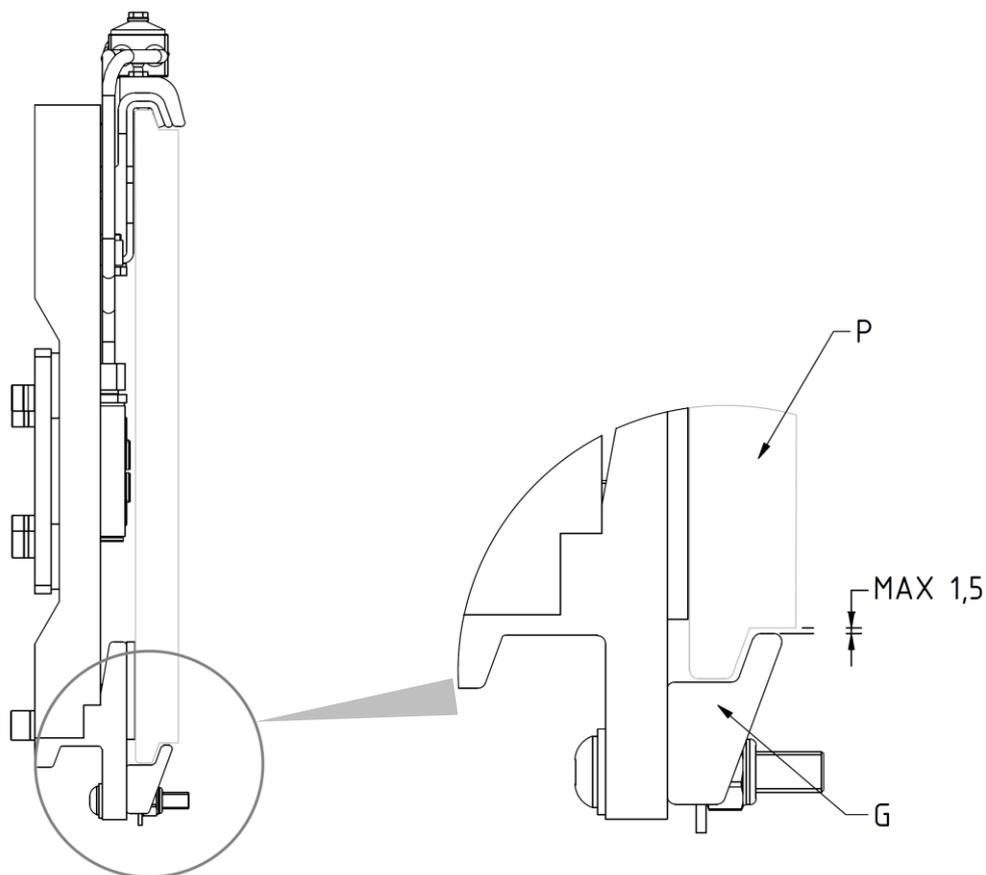
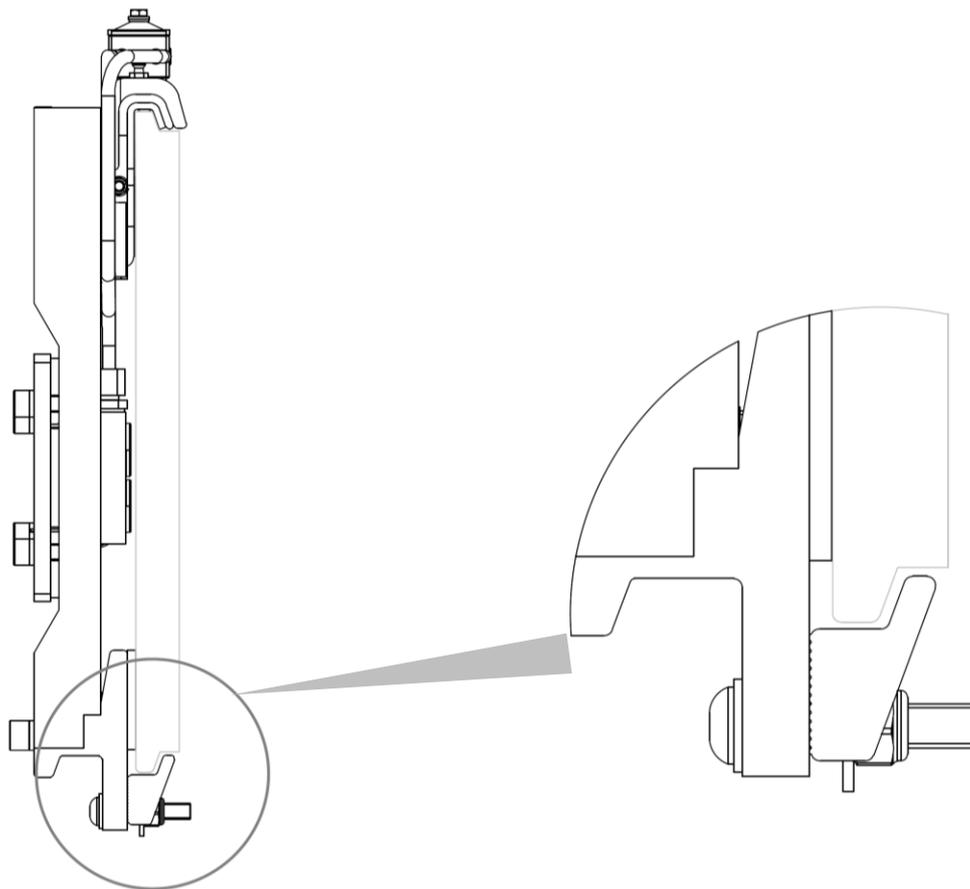

Figure 12
Figure 16
7. Revisser les 2 crochets inférieurs **G** de manière à ce que le corps de ces derniers reste accroché aussi en bas du tablier porte-fourches **P** (avec un jeu max. de 1,5 mm, voir détail *Figure 12*), en serrant avec le couple de serrage indiqué dans le *Tableau 5*.
8. Revisser les 2 crochets inférieurs **G** de manière à ce que le corps de ces derniers reste accroché aussi en bas du tablier porte-fourches **P** (avec un jeu max. de 1,5 mm, voir détail *Figure 16*), en serrant avec le couple de serrage indiqué dans le *Tableau 6*.
3. Contrôler le jeu entre la partie inférieure de la plaque du tablier porte-fourche et les crochets inférieurs de l'équipement, en s'assurant qu'il est conforme aux indications du *Figure 5/Figure 9/Figure 12* et *Figure 16* respectivement en p. 12/15/18 et 21 et, si besoin, intervenir sur le serrage des vis qui les fixent.